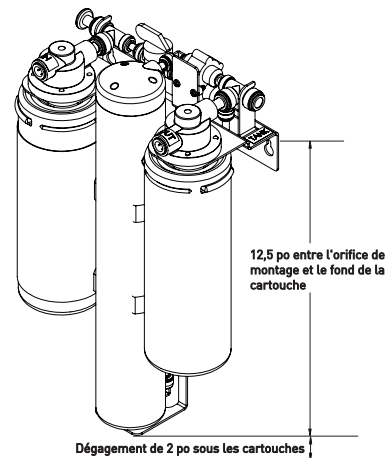

Figure 34
2. Lorsque vous montez le système OI ROM IV, deux (2) vis sont nécessaires au montage de la tête. Mesurez 15,5 po (39,4 cm) à partir du plancher de l'armoire. Voir la Figure 34. Vous obtiendrez ainsi le dégagement nécessaire au remplacement des cartouches. Les deux (2) vis seront distantes de 14 po (35,6 cm) et de niveau. Vissez les deux (2) vis dans le mur. Laissez un espace de 1/8 po entre la tête de la vis et le mur. L'arrière de la tête comporte deux (2) fentes qui s'ajusteront sur les têtes des vis. Faites glisser vers le bas pour verrouiller l'assemblage.